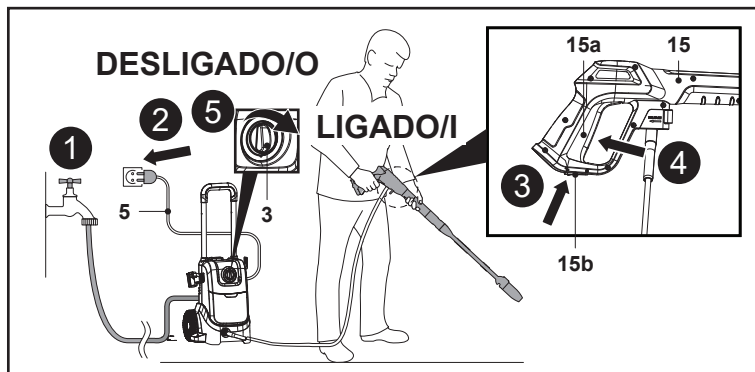

Fig. 15
1. Abra a torneira da água a fim de permitir que a água flua para a bomba (Fig. 15, passo 1).
2. Ligue o cabo de alimentação (5) à fonte de alimentação, certificando-se de que o interruptor rotativo ligar / desligar (3) está na posição de desligado (Fig. 15, passo 2).
3. Puxe para trás a trava do gatilho (15b) na parte inferior da pistola de pulverização (15) a fim de destravar o gatilho (15a) da pistola (Fig. 15, passo 3).
4. Aperte totalmente o gatilho (15a) até existir um fluxo constante de água para purgar o ar da máquina e da mangueira de fornecimento de água (Fig. 15, passo 4). Em seguida, solte o gatilho (15a) da pistola de pulverização.
5. Ligue a máquina rodando o interruptor rotativo ligar / desligar (3) para a posição "I" (Fig. 15, passo 5).